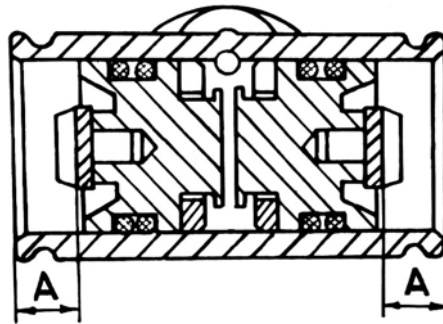

Рис. 1.17. Расположение упорного кольца: $A=11,5-12,0$ мм
- проверить расположение прорези упорного кольца автоматической регулировки, которая должна быть в вертикальной плоскости. Глубина установки упорного кольца в колесном цилиндре должна соответствовать значению, указанному на рис. 1.17;